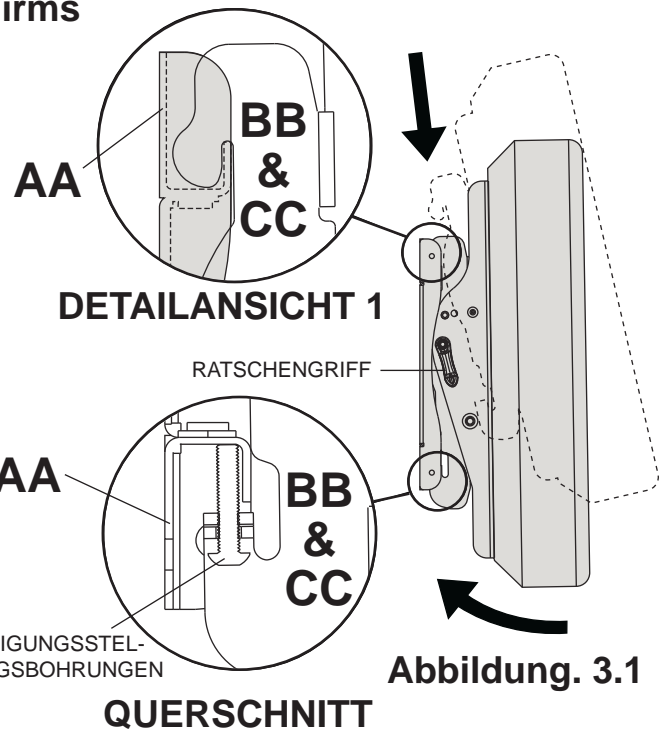

Abbildung 3.1
**Anbringung des Bildschirms:** Der Ratschengriff muss sich in der oberen oder unteren Stellung befinden. Ansonsten kommt es zu Behinderungen beim Einhängen der Kipphalterungen in der Wandplatte (**AA**). Haken Sie die Kipphalterungen (**BB** und **CC**) langsam in die Wandplatte (**AA**) ein und schwenken Sie den Bildschirm wie in Abbildung 3.1 dargestellt nach unten. Die Haken der Kipphalterungen müssen ganz in die Wandplatte eingreifen wie in Detailansicht 1 dargestellt. Drehen Sie die Sicherheitsschrauben an den Kipphalterungen (**BB** und **CC**) mit Hilfe des Kreuzschlitzschraubendrehers oder Inbusschlüssels für Sicherheitsschrauben (**FF**) nach rechts, bis die Schraubenspitze wie im Schnittbild dargestellt sicher mit der Wandplatte Kontakt hat.